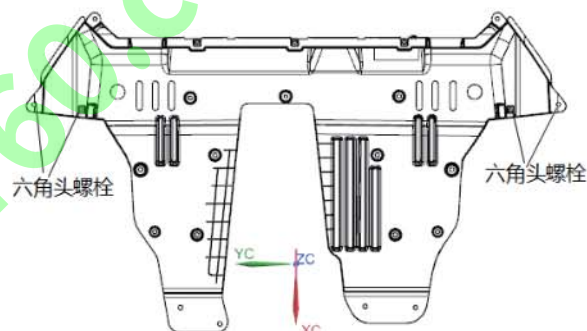

图 2-18
- (4) 用 10# 套筒拆除发动机挡泥板与前轮挡泥板连接的 4 个螺栓，即完成了发动机挡泥板的拆卸工作，如图 2-18 所示；